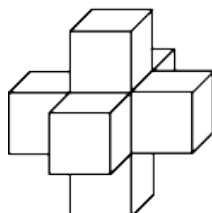

Рисунок 71.
3) Является ли пространственный крест (фигура, составленная из семи равных кубов – рис. 71) правильным многогранником? Сколько квадратов ограничивает его поверхность? Сколько у него вершин V и ребер P ?